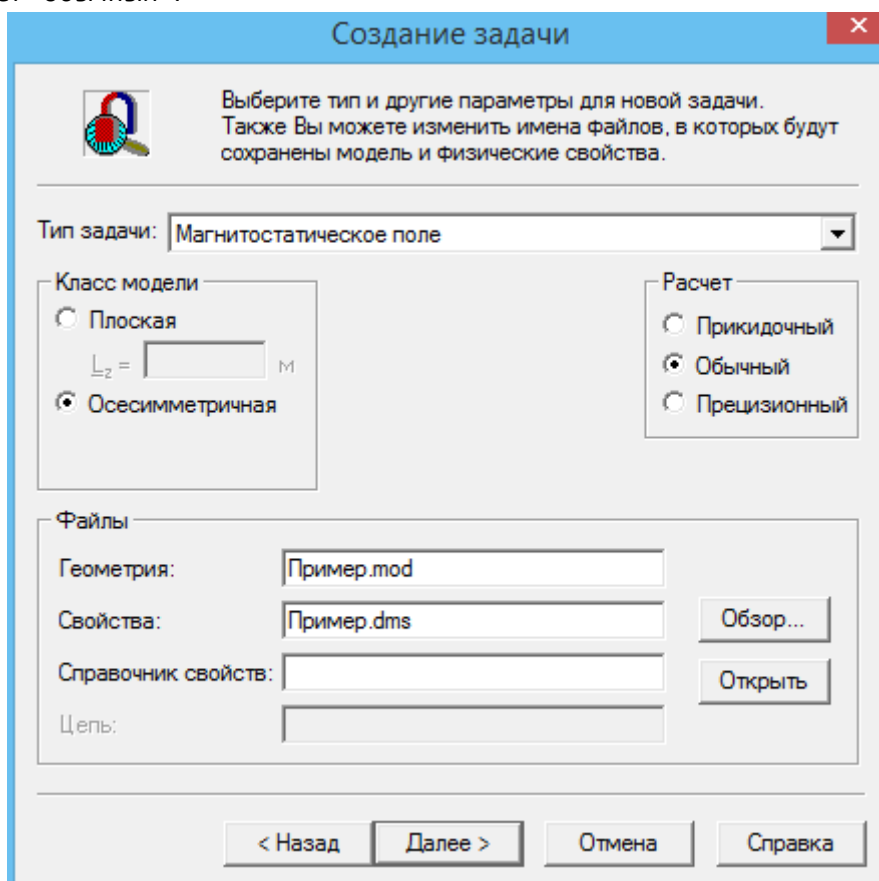

Рисунок 1 – Создание задачи.
3. Появится окно для настройки параметров задачи (рис. 1). Выберите: